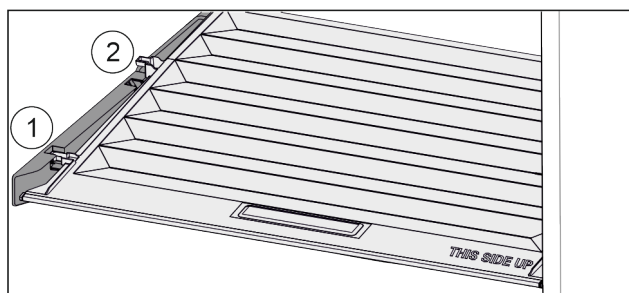

Fig. 73
- ▶ Træk dækslet fremad til åbning i holdedelen Fig. 73 (1).
- ▶ Løft nedefra og bevæg det opad og ud Fig. 73 (2).